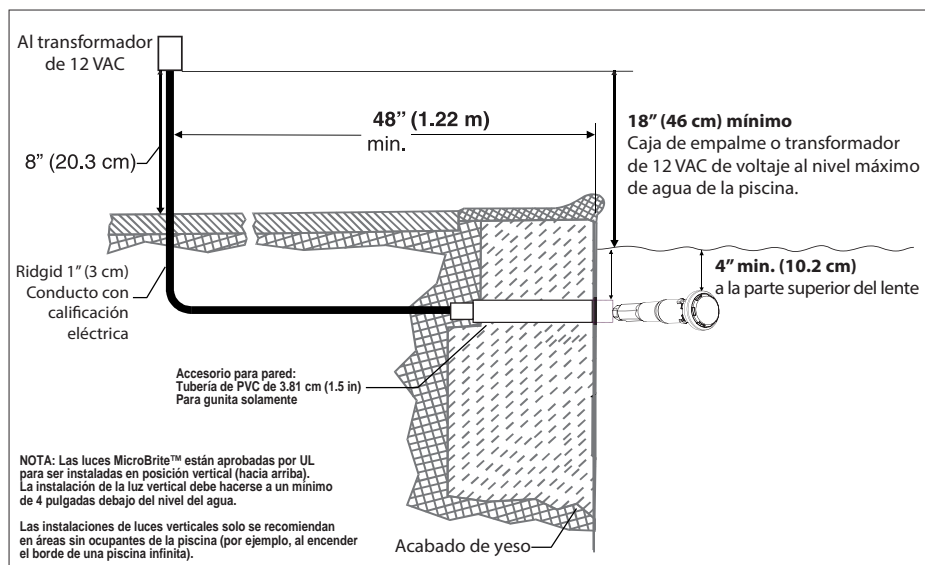
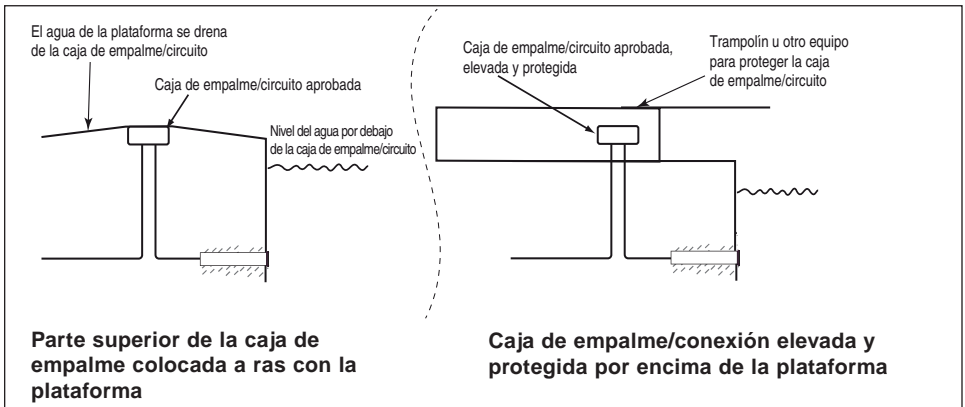

Figura 1.
Figura 2, Canadá.
ANTES DE COMENZAR: la información siguiente describe las tareas que debe realizar el electricista antes de instalar la conexión de pared de la luz. Vea la figura 1 en la página 7.
- La caja de empalme y el transformador de bajo voltaje deben estar ubicados al menos 4 (cuatro) pulgadas (10.16 cm) por encima del nivel del suelo u ocho (8) pulgadas (20.3 cm) por encima del nivel máximo de agua de la fuente, el que sea más alto. La caja de empalme debe estar a una distancia de al menos 48 pulgadas (1.22 m) del borde de la piscina. Vea la figura 2 en la página 8.
- La caja de empalme/conexión debe estar sellada para evitar la entrada del agua, consulte la Figura 2 debajo.
Consulte la Figura 1 en la página 5, para la instalación de la caja de empalme en los Estados Unidos, vea la Figura 2 en la página 6 para la instalación de la caja de empalme en Canadá.
- La caja de empalme y el transformador de bajo voltaje deben estar ubicados al menos 4 (cuatro) pulgadas (10.16 cm) por encima del nivel del suelo u ocho (8) pulgadas (20.3 cm) por encima del nivel máximo de agua de la fuente, el que sea más alto. La caja de empalme debe estar a una distancia de al menos 48 pulgadas (123 cm) del borde la piscina. Vea la figura 1 en la página 8.
- La conexión de pared de la luz MicroBrite debe instalarse adecuadamente para que el borde superior del lente de la luz MicroBrite esté al menos a 4 pulgadas (10.16 cm) por debajo (no más de 48 pulgadas (123 cm) por debajo en Canadá) de la superficie del agua en la piscina o spa. Vea la figura 1 en la página 8.